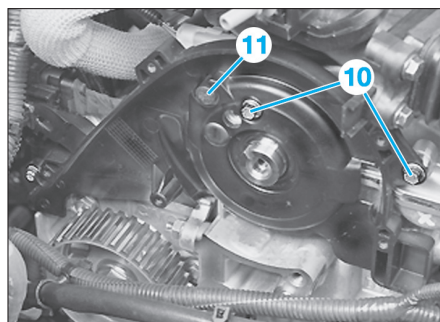

Fig. 72
- les 2 vis (10) (Fig.72) du couvercle de protection arrière de courroie de distribution,
- le couvercle de protection arrière (11),